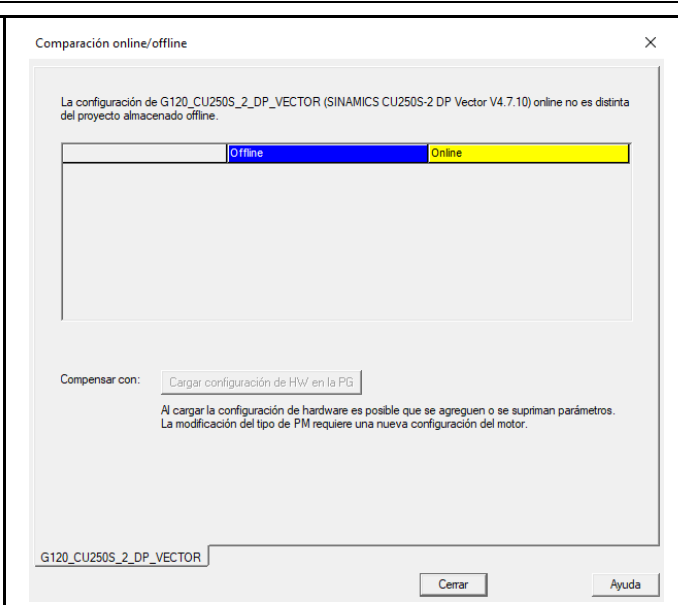

Figura 19: Comparación online/offline
- Una vez presionado el botón **“Cargar configuración de HW en la PG”** la ventana **“Comparación online/offline”** se vaciará lo que indicará que los datos online y offline son similares (ver Figura 19).